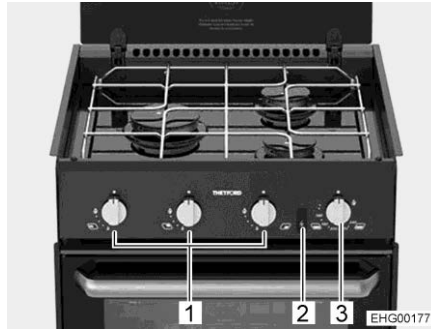
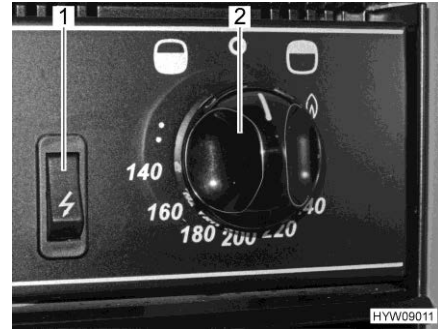

Bild 129 Spis med gaskokplattor
Bild 130 Reglage (gasugn med grill)
- Tryck på vridregulatorn (Bild 129,1) på önskad platta, vrid till tändposition (stor flamma) och håll nedtryckt tills flaman brinner (maximalt i 15 sekunder).
- Tryck vridregulatorn (Bild 129,3 och Bild 130,2) och ställ den moturs (i riktning mot ugn-symbolen ") till maximal ställning.
- Tryck på vridregulatorn (Bild 129,3 och Bild 130,2) under 5 till 10 sekunder. Gasen strömmar till brännaren.
- Tryck på tändaren (Bild 129,2 och Bild 130,1) tills lågan tänds.
- Tryck vridregulatorn (Bild 129,3 och Bild 130,2) och ställ den medurs (i riktning mot grill-symbolen ") till flammans symbol.
- Vrid med vridregulatorn (Bild 130,2) till "O". Flammen slocknar.